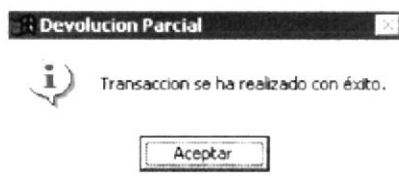

Figura 9.52 Mensaje de Información
- Si no ocurrió ningún error, enseguida el sistema presentará el mensaje de la figura 9.52